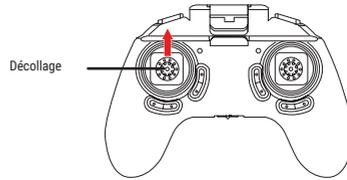

Figure 2: Décollage
- 4. Décollage:** Pour faire décoller le drone, orienter doucement le joystick de gauche vers le haut (Figure 2).